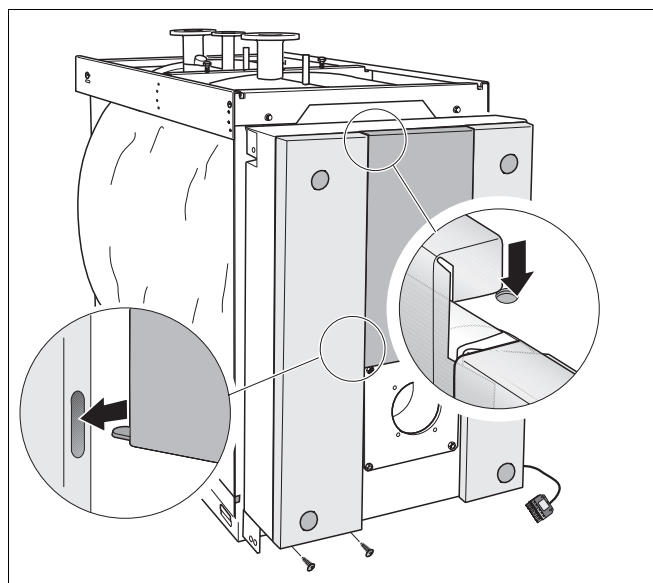

Рис. 16 Установка левой декоративной панели
- Подвесьте левую декоративную панель вверх в траверсу и вставьте язычок внизу в вырез на левой декоративной панели (рис. 16). Закрепите внизу двумя самонарезающими винтами M5×10.